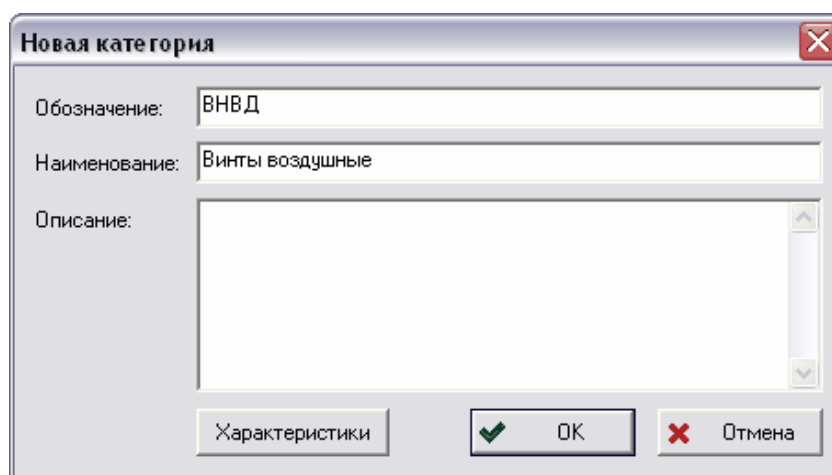

Рис. 114 Новая категория
2. В окне **Новая категория** введите параметры категории (Рис. 114).